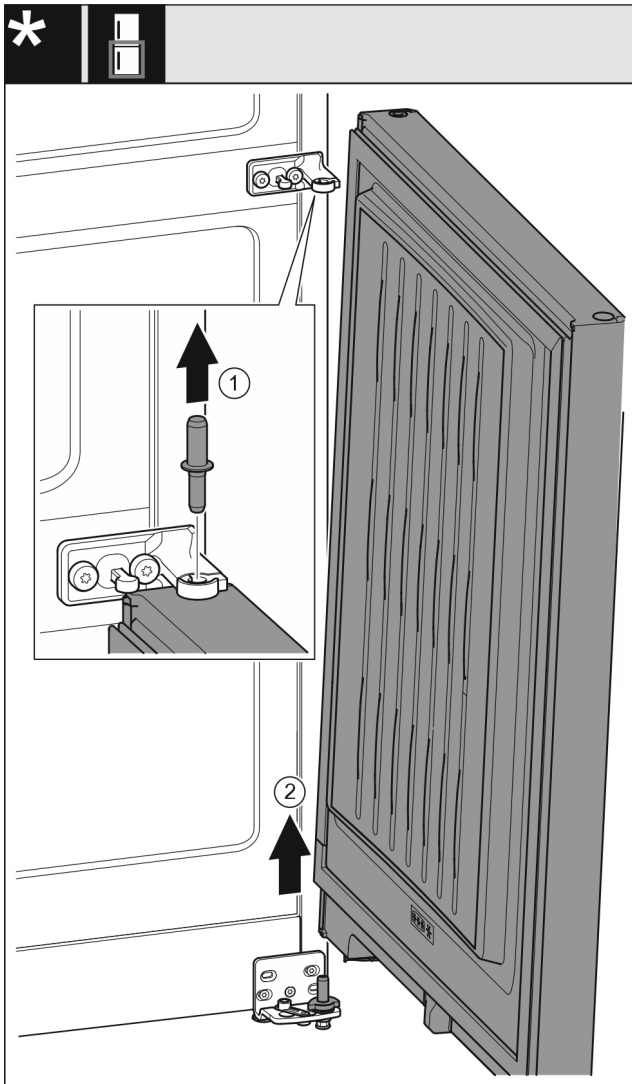

Fig. 31 Sans amortisseur de fermeture*
- Retirer l'axe Fig. 31 (1) par le haut.*
- Faire pivoter la porte Fig. 31 (2) vers l'extérieur, la retirer par le haut et la mettre de côté.*